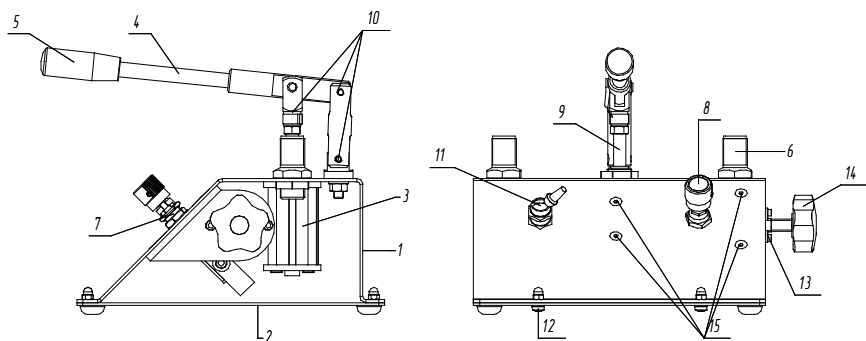
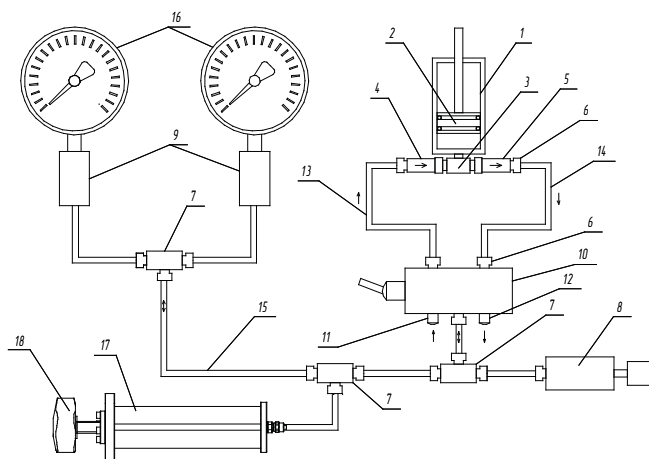
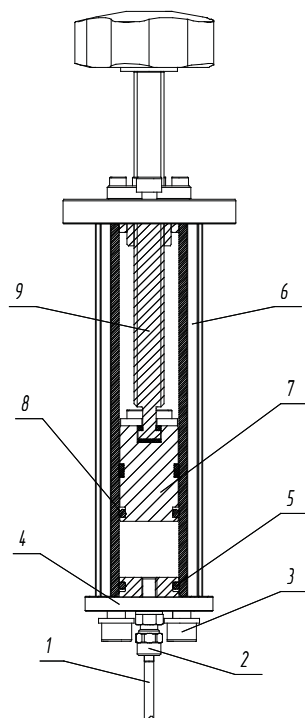

Рис. 1. Пневматическое устройство для сравнительной калибровки:
Рис. 2. Пневматическая схема ПУСК:
Рис. 4. Объемный регулятор:
5.1 Внешний вид устройства показан на Рис. 1.
5.3.2 При движении поршня 2 (Рис. 2) вверх клапан 4 открывается и воздух через фильтр 11, переключатель 10, ветвь разрежения 13 и клапан 4 поступает в цилиндр 1. При движении поршня 2 вниз клапан 4 закрывается, а клапан 5 открывается и воздух из цилиндра через ветвь давления 14, переключатель 10 поступает в измерительную ветвь 15, создавая в ней избыточное давление. В конструкции предусмотрено объемный регулятор 13 (Рис.1), с помощью которого возможна плавная регулировка давления/разрежения. Когда объемный регулятор 13, с помощью ручки 14 (Рис.1), закручен до упора (аккуратно, без затяжки), давление/разрежение движением поршня 2 создается быстрее. Это обуславливается вытеснением паразитного объема
из его камеры. Если требуется плавная регулировка, то перед созданием давления следует выкрутить против часовой стрелки *ручку объемного регулятора 14* в среднее положение (Рис.2). При последующем накачивании давление в измерительной ветви будет возрастать. Для уменьшения давления в измерительной ветви необходимо плавно приоткрыть *регулируемый дроссель 8* или покрутить *ручку объемного регулятора 14* (Рис.1) против часовой стрелки для плавного уменьшения.
5.4.2 При движении *поршня 2* вверх *клапан 4* открывается и воздух из *измерительной ветви 15* через *переключатель 10*, *ветвь разряжения 13* поступает в *цилиндр 2*, создавая при этом в *измерительной ветви 15* разрежение. При движении *поршня 2* вниз *клапан 4* закрывается и воздух откаченный из измерительной ветви, через открытый *клапан 5*, *ветвь давления 14*, *переключатель 10* и *фильтр 12* выбрасывается в атмосферу. *Объемный регулятор 13* (Рис.1) закручен до упора(аккуратно, без затяжки). При последующем откачивании разрежение в измерительной цепи будет возрастать. Для достижения максимального разрежения возможно выкрутить *объемный регулятор 13* (Рис.1) до конца, что создаст дополнительный вакуум. Для уменьшения разрежения в измерительной ветви необходимо плавно приоткрыть *регулируемый дроссель 8* или покрутить *ручку объемного регулятора 14* (Рис.1) по часовой стрелке для плавного уменьшения.
8.3 Убедитесь, что *регулируемый дроссель 8* закрыт. Закрывать регулируемый дроссель необходимо очень малым моментом, в противном случае дроссель может выйти из строя. *Объемный регулятор 13* (рис.1), с помощью *ручки 14* (Рис.1), закручен до упора (аккуратно, без затяжки). Если требуется плавная регулировка - выкрутите ручку *объемного регулятора 14* против часовой стрелки в среднее положение.
накачивание. Контролируйте, чтобы поршень перемещался от одного крайнего положения до другого. При необходимости используйте подстройку давления *объемным регулятором 13* (Рис.1).
8.5 Для снижения давления используйте *регулируемый дроссель 8* или *объемный регулятор 13* (Рис.1).
9.2 При ежедневном техническом обслуживании производят внешний осмотр, очищают от загрязнений и пыли сухой чистой ветошью. Проверяют наличие смазки на поверхности *штока 9* (Рис. 1) и в *шарнирных соединениях 10*. При её отсутствие или недостаточном количестве произвести смазывание *соединений 10* консистентной смазкой ЛИТОЛ — 24 ГОСТ 21150-87, а поверхность *штока 9* консистентной силиконовой смазкой (не аэрозоль).
9.3.2 Открутите *винты 12* (Рис. 1) и снимите *нижнюю крышку 2*;
9.4 Так же, при текущем техническом обслуживании, необходимо произвести разборку, осмотр и смазывание деталей *объемного регулятора 13* (рис.1);
9.4.2 Открутите *трубку 1* (Рис.4) от *фитинга 2* (Рис.4) *объемного регулятора 13* (Рис.1);
9.4.4 Открутите *крепежные винты 15* (Рис.1) придерживая при этом *объемный регулятор 13* (Рис.1). Затем извлеките его из устройства;
9.4.5 Открутите *винты 3* и снимите *нижнюю крышку 4* (Рис.4);
9.4.6 Осторожно снимите *уплотнительное кольцо 5*, промойте его и крышку в чистом бензине (нефрас, Б-70), осмотрите кольцо на предмет его целостности и эластичности, в случае несоответствия указанным требованиям, замените кольцо на новое (Рис.4);
9.4.7 Смазать у *нижней крышки 4* место под посадку *уплотнительного кольца 5* силиконовой смазкой (Рис.4). Осторожно установите *уплотнительное кольцо 5* в канавку *нижней крышки 4* и нанесите обильный слой силиконовой смазки (Рис.4);
9.4.8 Аккуратно извлеките *поршень 7*, не снимая с *винта ходового 9*, из *цилиндра 6* (Рис.4);
9.4.9 Осторожно снимите *уплотнительное кольцо 8*, промойте снятые детали в чистом бензине (нефрас, Б-70), протрите безворсовой тканью, внимательно осмотрите металлические детали на предмет отсутствия механических дефектов, а уплотнительные резиновые кольца на предмет износа и эластичности. При обнаружении дефектов, данные детали заменить (Рис.4);
9.4.10 Смазать у *поршня 7* место под посадку *уплотнительного кольца 8* силиконовой смазкой. Осторожно установите *уплотнительное кольцо 8* в канавку *поршня 7* и нанесите обильный слой силиконовой смазки (Рис.4);
9.4.11 Соберите *объемный регулятор 13* (Рис.1) в обратной последовательности.